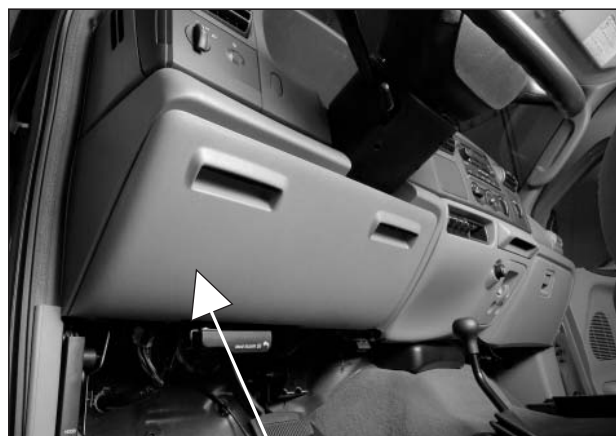

Figura 2
2. Localice y desmonte el panel de acceso del cliente situado en la porción inferior izquierda del panel de instrumentos (lado del conductor). (**Figura 2**)